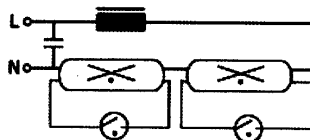

Рис.2 - Схема включения бактерицидных ламп с ЭмПРА
- 4.3 Светильники-облучатели выпускаются с электромагнитными или электронными ПРА. Схемы включения бактерицидных ламп с электромагнитным ПРА приведены на рис. 2. Схема включения ламп с электронным ПРА приведена на корпусе электронного ПРА.